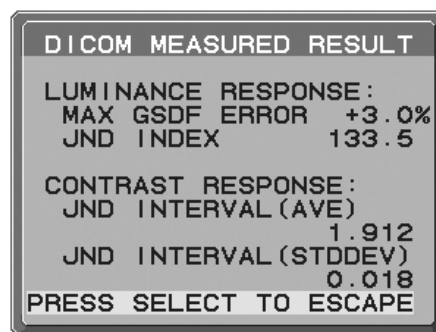

Рисунок 18
5. После того, как появится сообщение “DICOM MEASURED RESULT” (РЕЗУЛЬТАТ ИЗМЕРЕНИЙ DICOM) (**Рисунок 18**), нажмите “SELECT”. Для завершения калибровки нажмите “EXIT”.